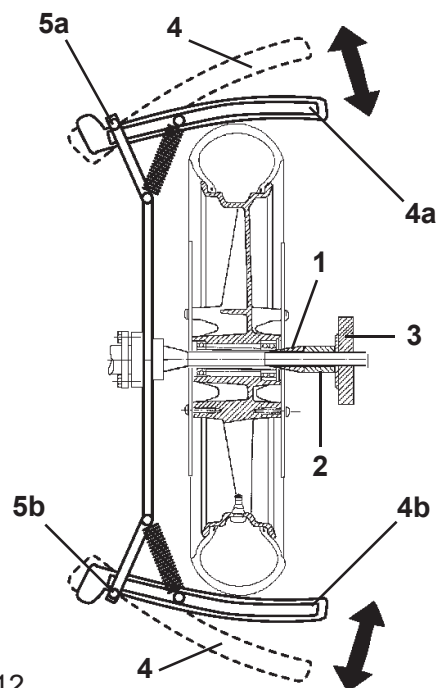

Figure 12
- Realice un lanzamiento de prueba sin rueda: abra completamente los dos segmentos de arrastre (Fig. 12, pos. 4) hasta introducir los pernos de bloqueo; asegúrese de que ambos alcanzan la posición!
Se reporter à la Figure 12.